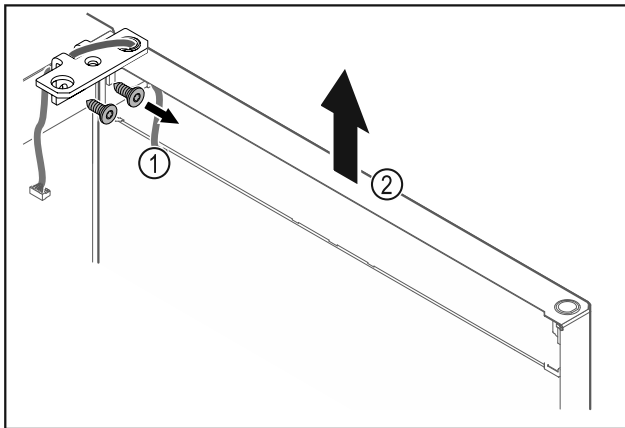

Fig. 23
- ▶ Desatornille el soporte de la bisagra Fig. 23 (1).
- ▶ Levante la puerta, incluyendo el soporte de la bisagra Fig. 23 (2), unos 200 mm hacia arriba y retírela.